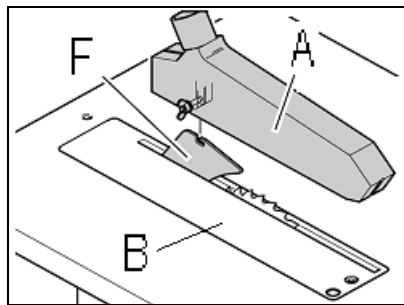

Рис. 16
Прикрепите кожух пильного диска (A, Рис. 16) к расклинивавшему ножу (F) при помощи 1 болта с квадратным подголовком, шайбы и гайки-барашка.